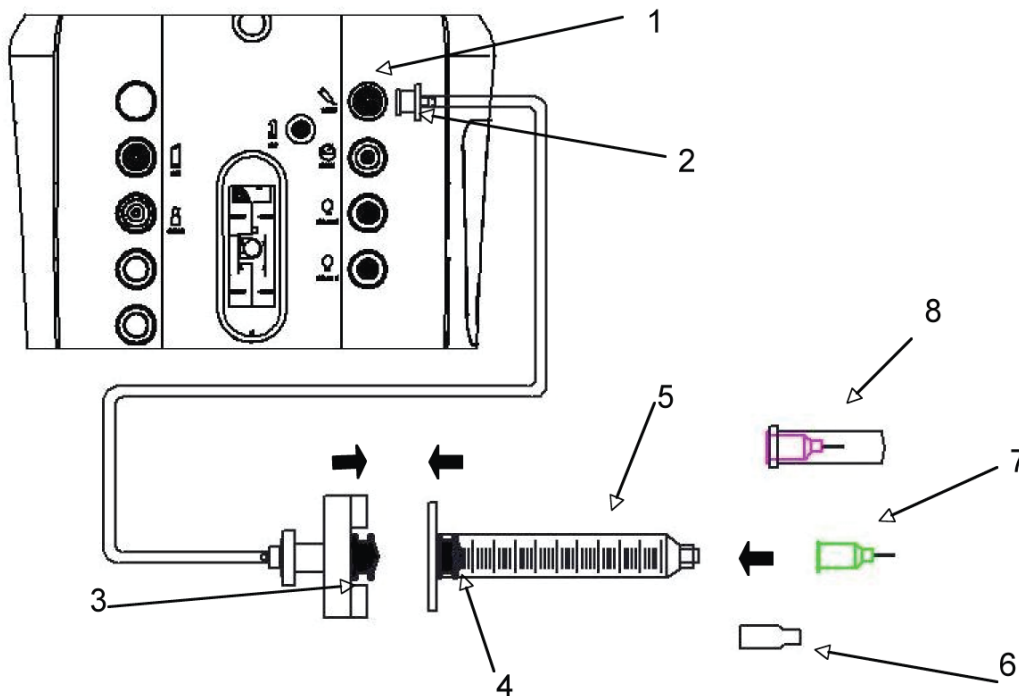

Figura 4.18. **Parámetros de inyección de líquido viscoso.**
3. Conecte el acoplador de jeringa de los tubos de líquido viscoso a la jeringa rellena con aceite de silicona. Gire el acoplador para que quede firmemente sujeto a la jeringa (véase Figura 4.18).